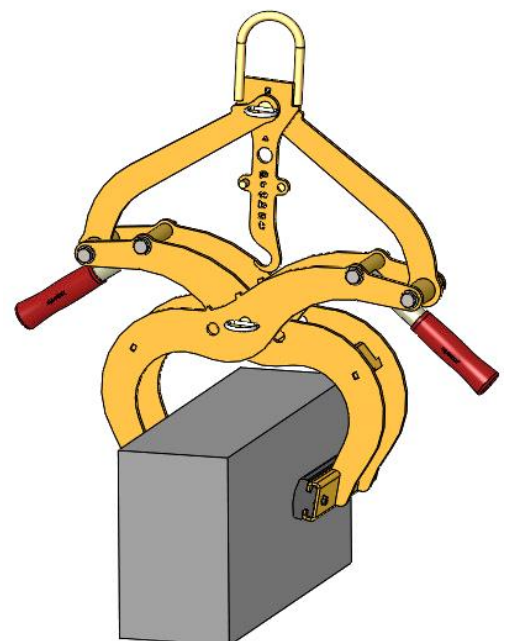

Fig.3
- Para esta zona de agarre, las marcas del triángulo▲ en los brazos de agarre (en el centro del dispositivo) deben ser **congruentes** (fig. 2) y en el *gancho de bloqueo* (2) la marca del triángulo▲ debe situarse por encima del pasador *con lengüeta* (7) (fig. 3).
- Para ajustar el alcance de la empuñadura, retire el pasador con pasador (6) o el pasador con pasador (7).
- Una vez ajustado el rango de agarre, el dispositivo debe asegurarse de nuevo con el pasador de encaje con pasador de bloqueo (7) o con el pasador de seguridad (6).
- Para esta zona de agarre, las marcas cuadradas■ en los brazos de agarre (en el centro del dispositivo) deben ser **congruentes** (fig. 2) y en el *gancho de bloqueo* (2) la marca cuadrada■ debe situarse por encima del pasador *con lengüeta* (7) (fig. 3).
- Para ajustar el alcance de la empuñadura, retire el perno de seguridad (6) y el perno con pasador (7).